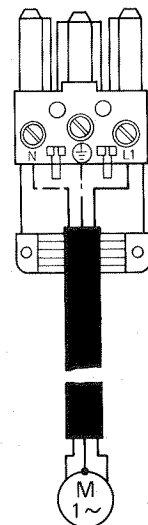

Abb. 3.12
1. Anschluß von Pumpe und Steckverbinder nach Abb. 3.12 vornehmen.